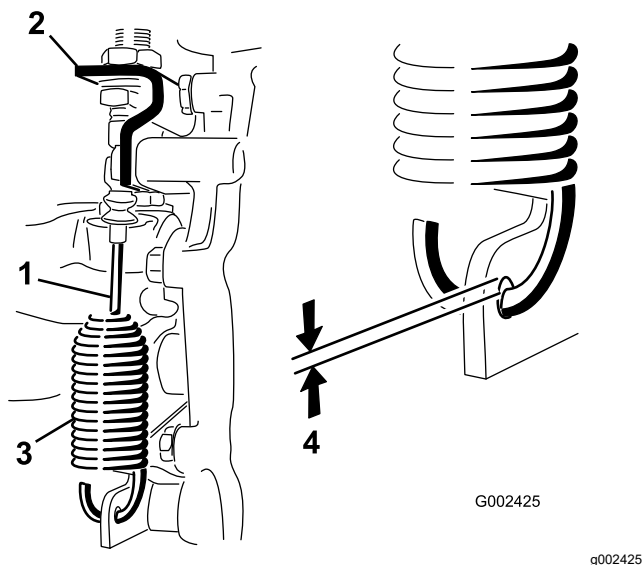

Рисунок 50
2. Ослабьте контргайки, которые крепят тросик блокировки дифференциала к кронштейну на мосту с коробкой передач (Рисунок 50).